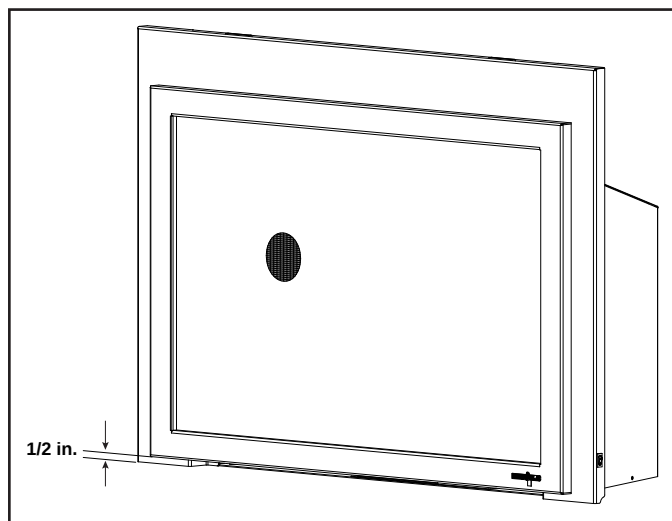

Figure 3.17 Minimum requis 1/2 po. Espace en bas de la façade
- Un espace de 12,7 mm (1/2 po) doit être maintenu sous la partie inférieure de la face avant. Voir la figure 3.17.